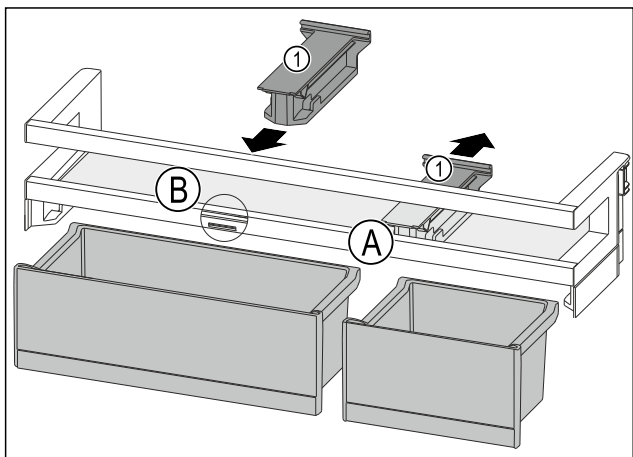

Fig. 112
- ▶ Držalni del Fig. 112 (1) odstranite nazaj v položaj Fig. 112 (A).
- ▶ Držalni del Fig. 112 (1) vstavite v položaj Fig. 112 (B).